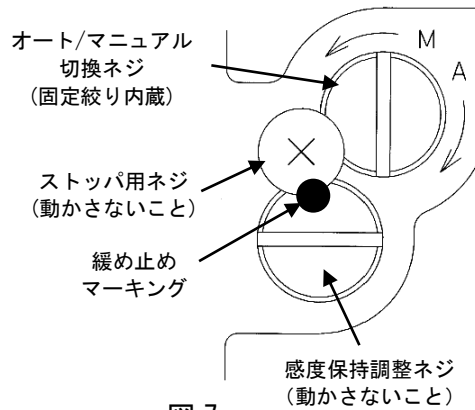

図 7
*6：オート/マニュアル切換の方法は、図 7 に従いパイロットバルブユニットのオート/マニュアル切換ネジをマニュアル (M) 方向に回転させてください。なお、上部にセットしてありますストッパ用小ネジは抜け止め用ですので、緩めないでください。また、感度保持ネジは出荷時に調整済みですので、誤って回転させないように、ご注意ください。